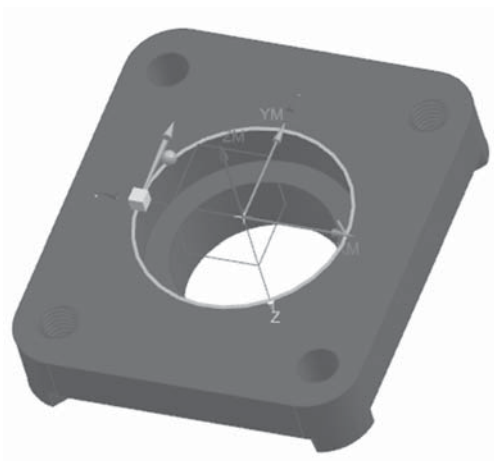
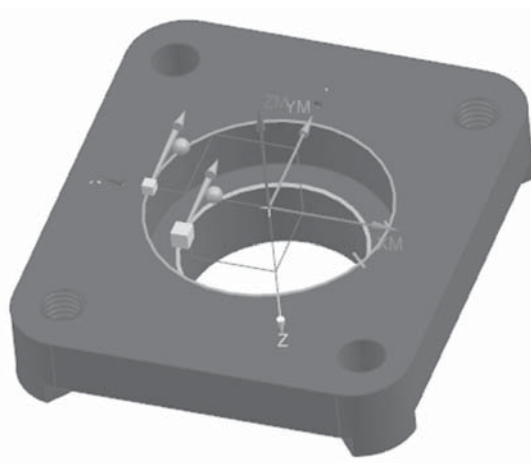

图 2-2-20 部件外边界设置
图 2-2-21 部件内边界设置
(3) 在“几何体”→“指定部件边界”区域单击图标，进入“部件边界”对话框。“选择方法”下拉菜单选择曲线选项，“边界类型”下拉菜单选择“封闭”选项，“刀具侧”下拉菜单选择“内侧”选项，“平面”下拉菜单选择“自动”选项，如图 2-2-20 所示。单击（添加新集）图标，“选择方法”下拉菜单选择曲线选项，“边界类型”下拉菜单选择“封闭”选项，“刀具侧”下拉菜单选择“内侧”选项，“平面”下拉菜单中选择“自动”选项，如图 2-2-21 所示。单击“确定”按钮返回“平面铣”界面。